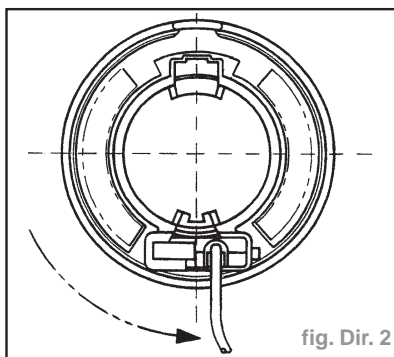

fig. Dir. 2
- tourner la partie supérieure du contact tournant dans le sens contraire des aiguilles d'une montre. L'approche en position extrême, représentée se précise par une dureté en rotation (ne pas forcer) (fig. Dir. 2),